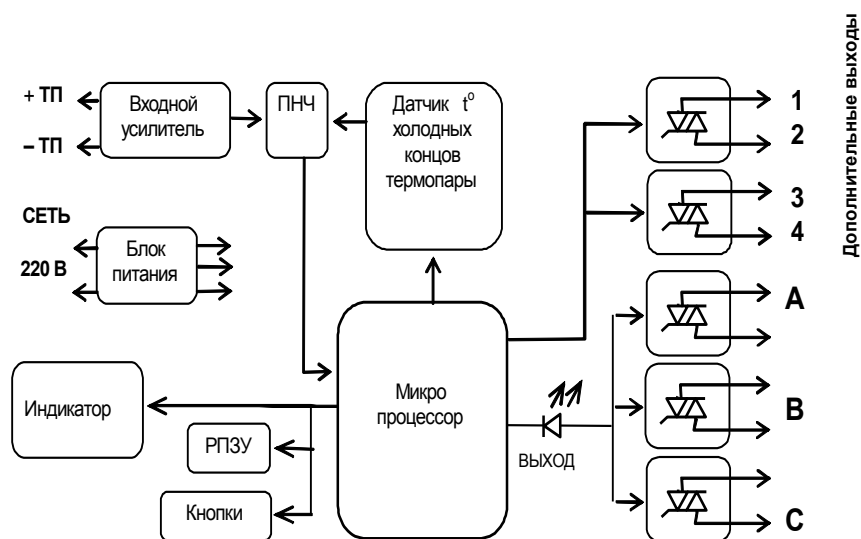

Рисунок 3. Функциональная схема регулятора .
1.3.5 На функциональной схеме (см. рисунок 3) изображены основные узлы регулятора.